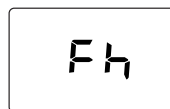

fig. 6- Purga de aire con ventilador apagado
- En los próximos 280 segundos, continúa el ciclo de purga de aire con el ventilador apagado (fig. 6).